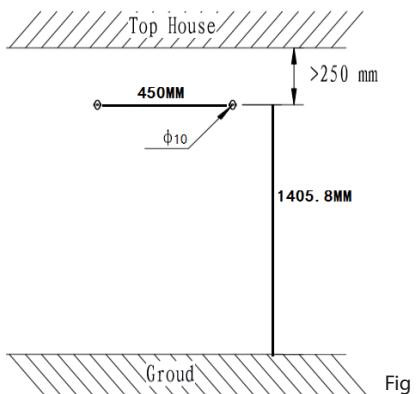

Fig 2
1.Por favor, taladre 2 agujeros de $\phi 10$ según Fig 2 mostró dimensiones.